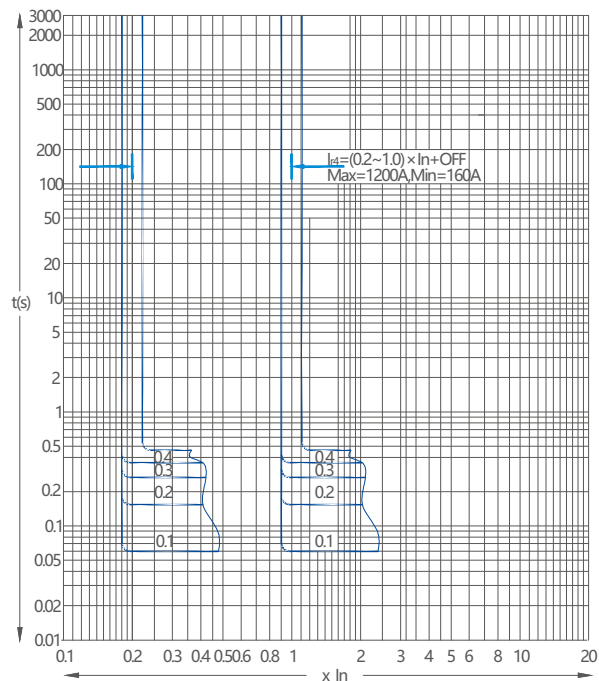

图5 M型接地故障保护特性
1.5 M、H型过电流脱扣保护特性见图4，接地故障保护特性见图5。